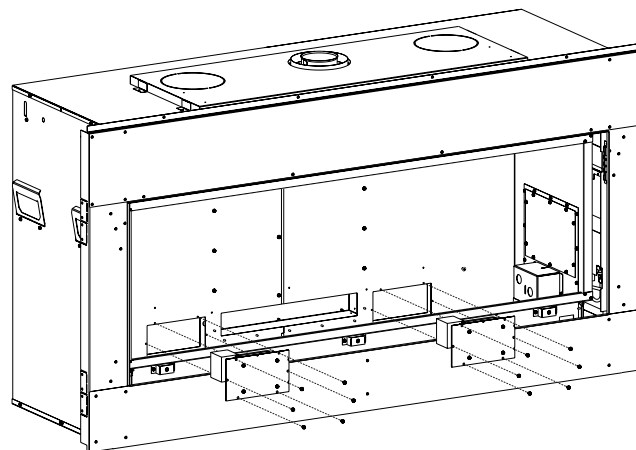

Figure 16
8. Remettre en place le support de soufflerie (les souffleries y étant fixées) à l'aide de six (6) vis chacune. Voir Figure 16.